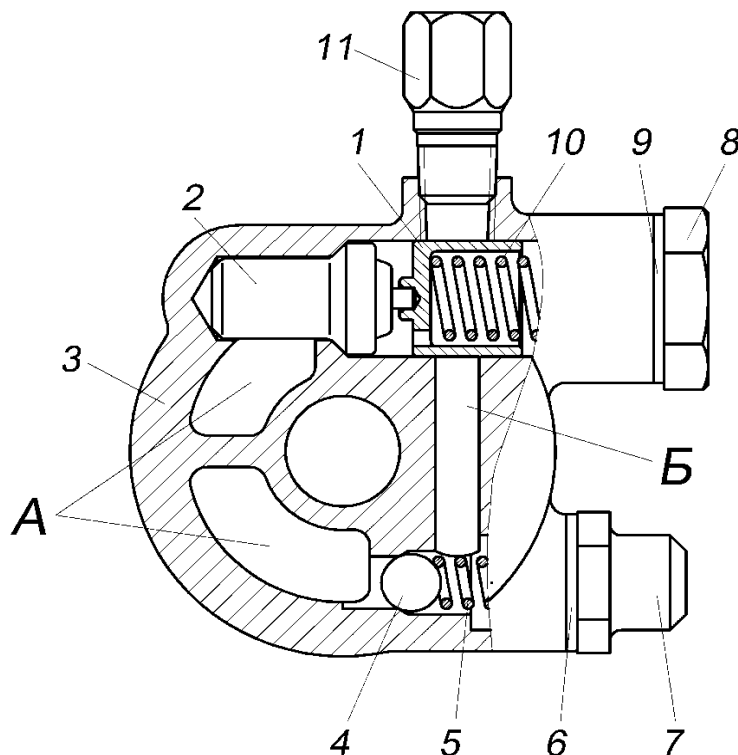

Рис.38. Термоклапан:
**Термоклапан\*** (рис.38) – предназначен для автоматического регулирования подачи масла в масляный радиатор в зависимости от температуры масла и его давления. На двигателе термоклапан установлен между блоком цилиндров и масляным фильтром.